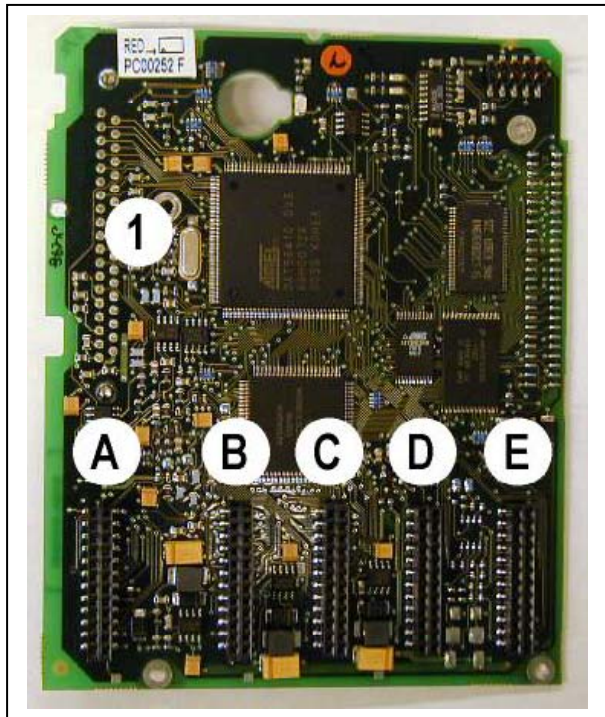

Figura 6-21. Scheda di controllo NX
L'unità di controllo dell'inverter si compone in sintesi di una scheda di controllo e di schede aggiuntive (si vedano le Figura 6-21 e Figura 6-22) collegate ai connettori dei cinque *spazi* (da A a E) della scheda di controllo. La scheda di controllo è collegata all'unità di potenza tramite un connettore D (1) o cavi di fibra ottica (FR9).